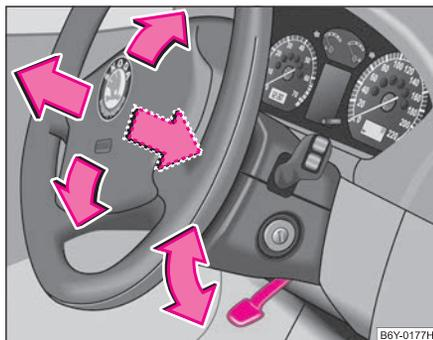

Abb. 89 Verstellbares Lenkrad: Hebel unter der Lenksäule
- Schwenken Sie den Hebel unter der Lenksäule ⇒ Abb. 89 nach unten ⇒ !.